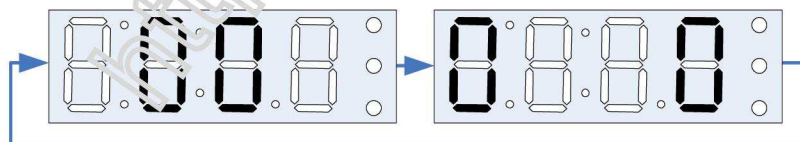

Рис. 29
4.3.7 После успешного прохождения режима «Самоконтроль», на время не менее 10 секунд, формируется звуковой сигнал и показания индикатора соответствуют Рис. 29. Затем сигнализатор переходит в режим «Ожидание СОД», что означает готовность сигнализатора к приёму СОД.